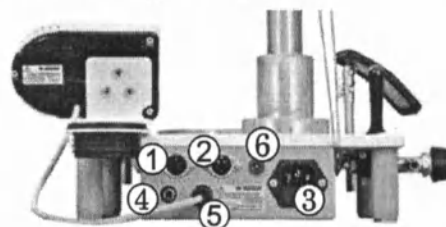

Рис. 3
6.2.9 Подключите к разъему (3) УСМФ сетевой шнур, установите и подключите, если необходимо, требуемые для работы приспособления (рис. 3):